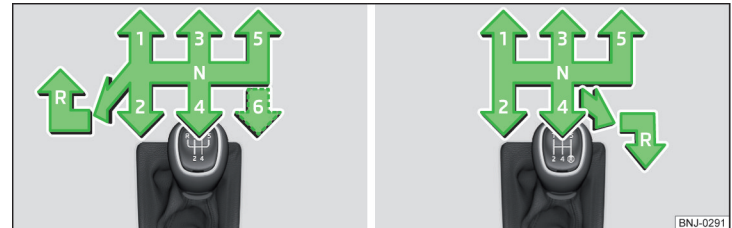

Abb. 197 **Schaltschema: Variante 1 (5-Gang- / 6-Gang-Getriebe) / Variante 2 (5-Gang-Getriebe mit dem 1,0 l MPI Motor)**
Auf dem Schalthebel ist das Schaltschema für die einzelnen Gangstellungen dargestellt » Abb. 197.
- › Den Schalthebel nach unten drücken, völlig nach links und dann nach vorn in **R**-Stellung stellen » Abb. 197.